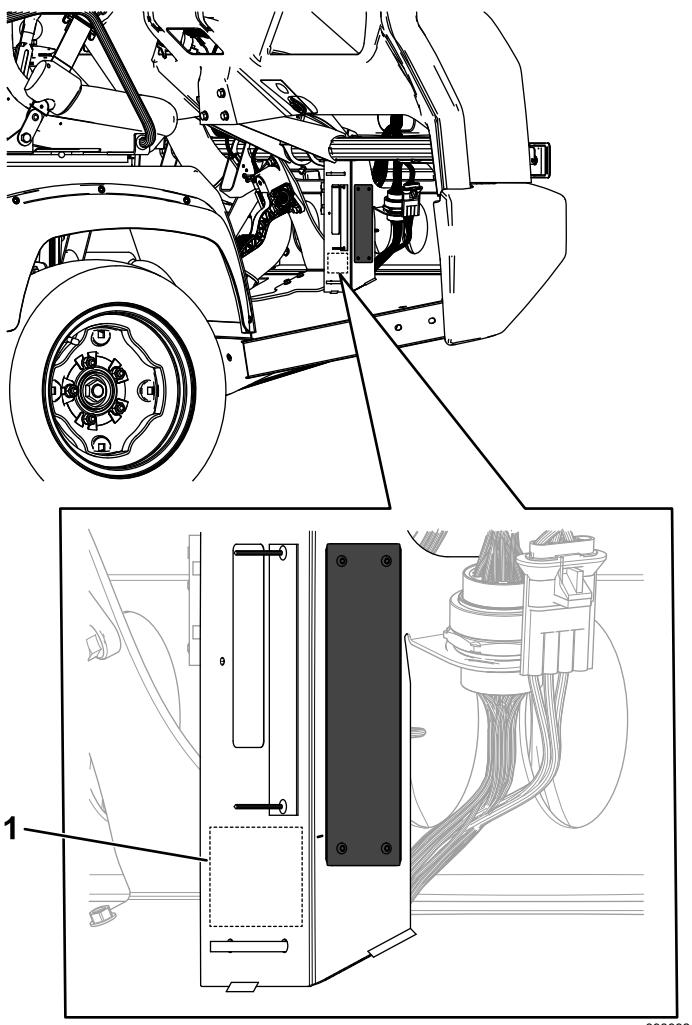

**Figure 8**
1. Fixez la plaque du numéro de série à l'emplacement indiqué à la Figure 8 à l'aide de 4 rivets aveugles (3 x 10 mm).